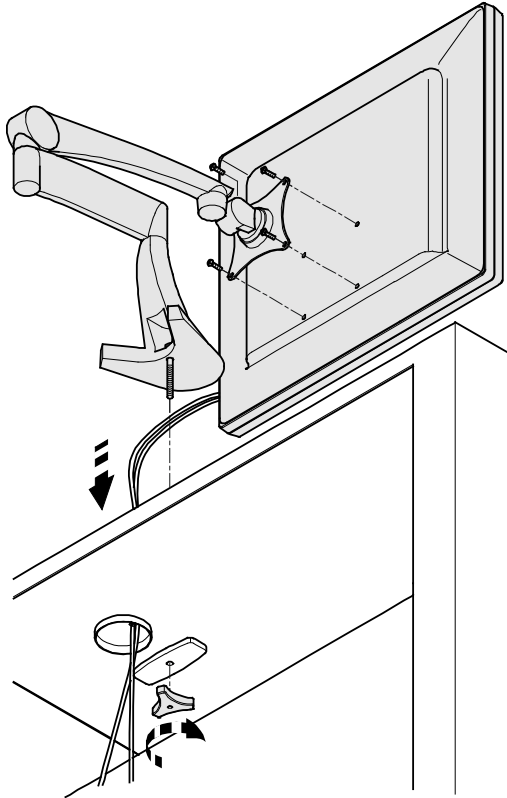

Abbildung 1 Monitormontage
- Montieren Sie den Halter zum Monitor auf dem CTM-SC (siehe Abbildung 1).
- Montieren Sie den Monitor auf den Halter (siehe Abb. 1).